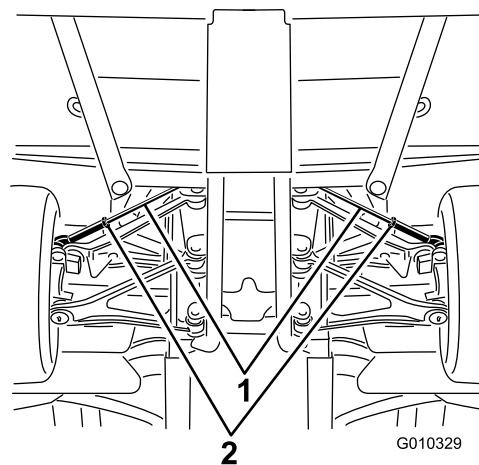

図 56
A. タイロッドの中心についているジャムナットをゆるめる 図 56。